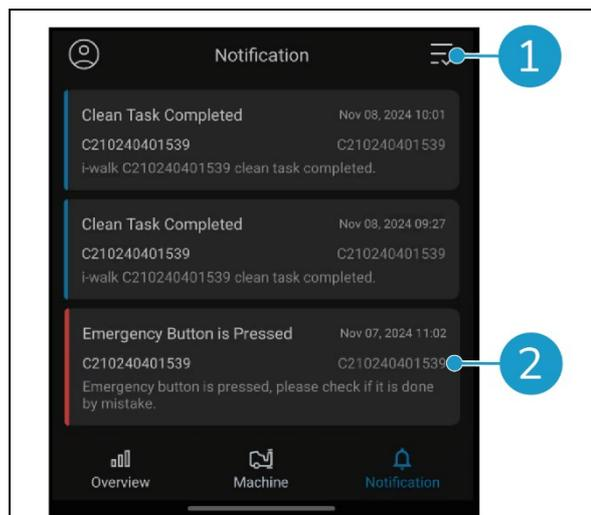

Figura 37
- Toque no botão no canto superior direito (Figura 37, pos. 1) para marcar todos os relatórios actuais como lidos e removê-los da vista.
- Toque numa notificação específica (Figura 37, pos. 2) para a ver com mais pormenor.